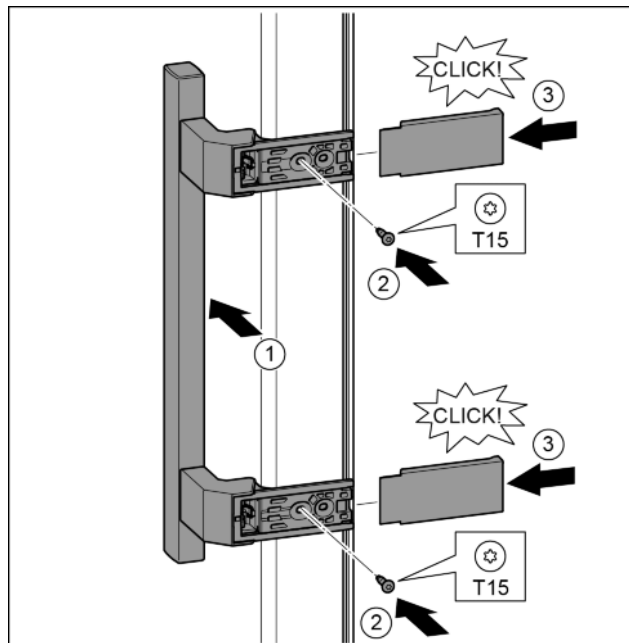

Fig. 20
- Założyć uchwyt po przeciwległej stronie. Fig. 20 (1)
- Śruby przykręcić przy pomocy śrubokręta T15. Fig. 20 (2)
- Osłony założyć z boku i wsunąć. Fig. 20 (3)